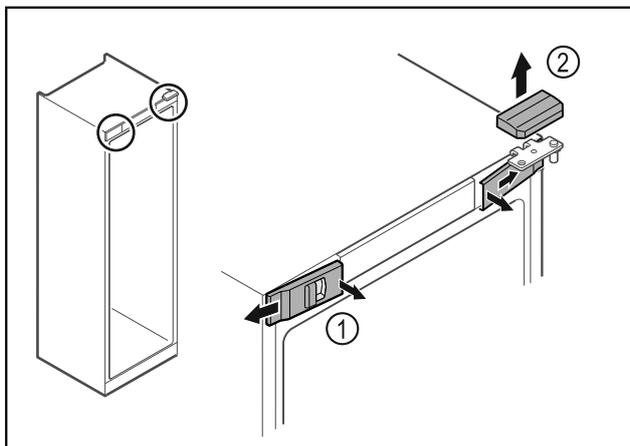

Fig. 7\*
- Desencajar las cubiertas delanteras Fig. 7 (1) del interior y dejarlas a un lado.\*
- Retirar hacia arriba la cubierta superior Fig. 7 (2)\*